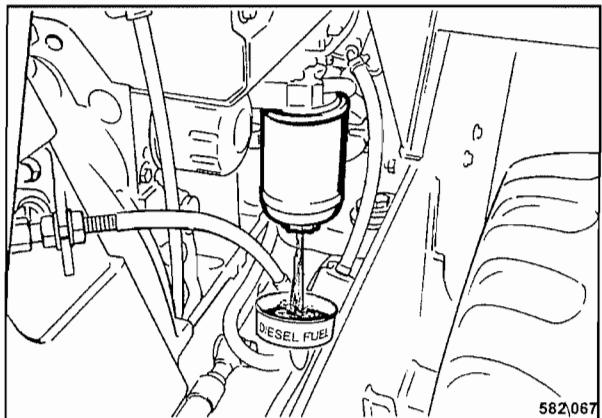

Fig. 56
- Soltar el tornillo de descarga (Fig. 56) por algunas vueltas y recoger el combustible / agua saliendo.